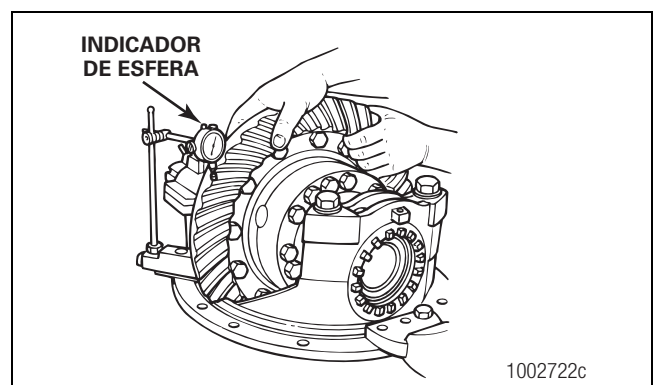

Figura 3.17
2. Coloque un indicador de esfera en la brida del portadiferencial. Coloque la punta del indicador contra el lado de propulsión del diente de la corona. Ajuste el indicador de esfera a CERO. Figura 3.17.